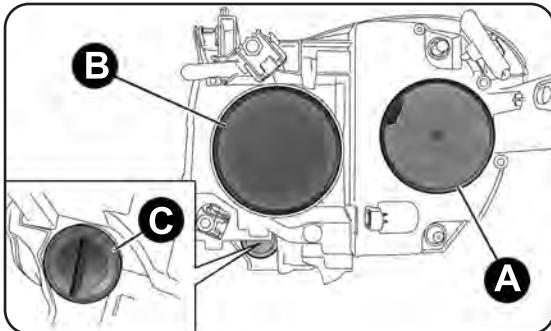
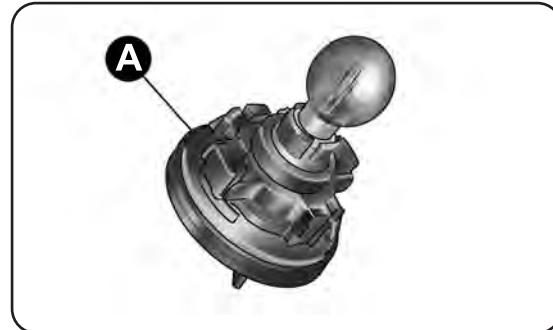

fig. 131
fig. 134
GRUPOS ÓPTICOS DELANTEROS fig. 131
- quite la tapa A-fig. 131;
- monte la tapa A-fig. 131.
- quite la tapa B-fig. 131;
- Monte la tapa B-fig. 131.
Para sustituir la lámpara gire $\frac{1}{4}$ de vuelta hacia la izquierda la tapa C-fig. 131 y sustituya el grupo de lámpara + portalámpara A-fig. 134.